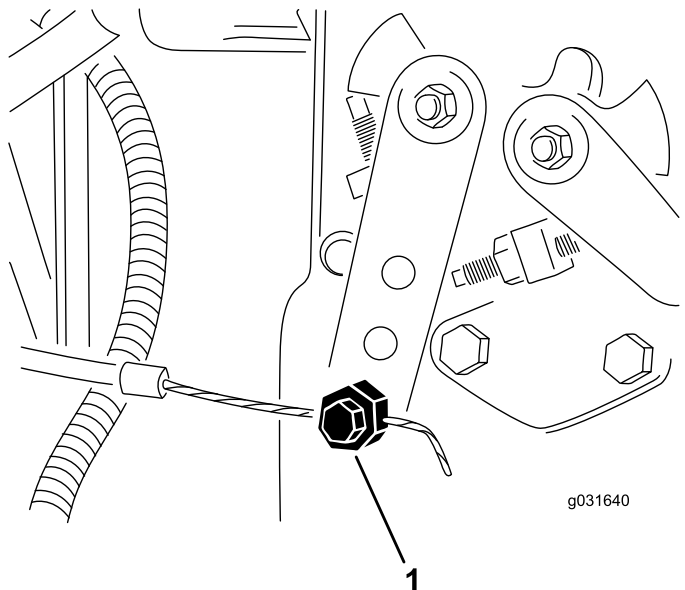

図 63
2. 噴射ポンプのレバーアーム 図 63 の部分にあるスロットルケーブルのコネクタをゆるめる。